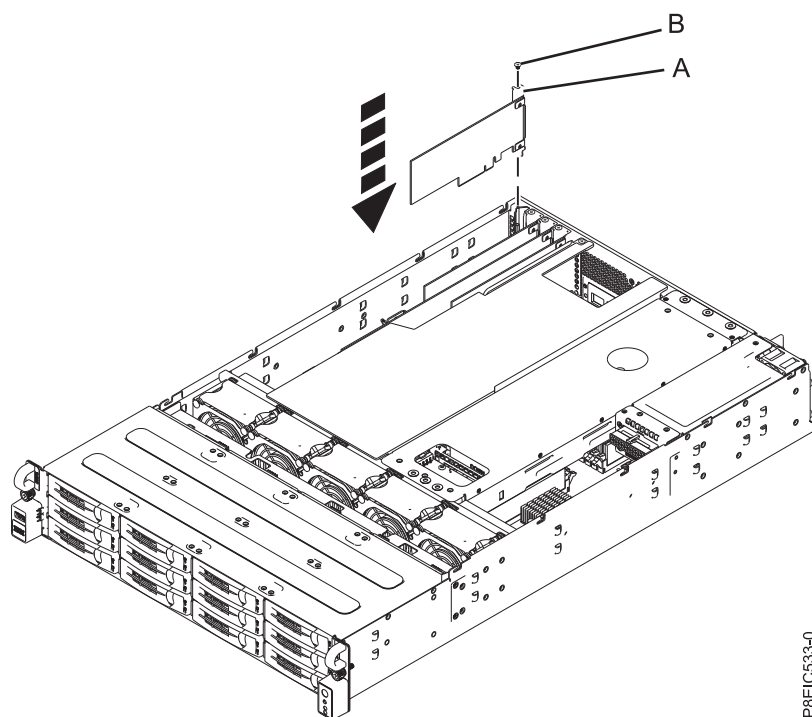

図 36. システムへの PCIe3 ロー・プロファイル 6 Gb SAS/SATA RAID アダプター (FC EC3Y - PMC 71605E)(A) とねじ (B) の取り付け
- b. RAID アダプター (A) をシステム・バックプレーン PCIe のアダプター・スロットに挿入し、アダプターを正しく位置合わせして、スロットに完全に挿入します。
- c. 保持ねじ (B) を挿入し、ねじを締めて、RAID アダプターをシステムに固定します (図 36 を参照)。